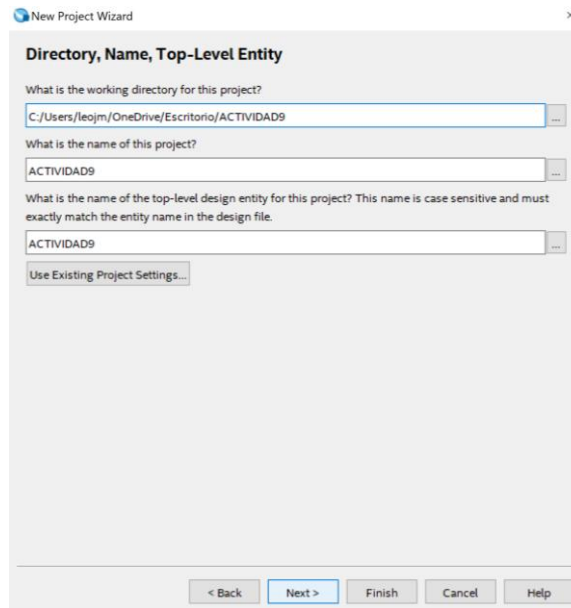

Figura 5. Nombre del proyecto.
4. En la primera línea escoja la ruta donde va a crear su proyecto, en este caso, la ruta será la carpeta ACTIVIDAD9 que fue creada en el procedimiento 1 y que se encuentra en el escritorio. En la siguiente línea escoge como nombre del proyecto ACTIVIDAD9, tal como se visualiza en la Figura 5. Luego da clic en **Next**.